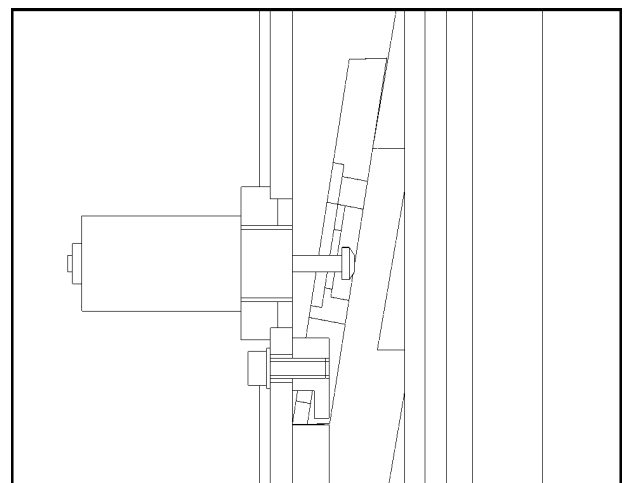

Fig. 28
- ◆ Installera säkerhetsanordningarna, inklusive elektromagneten, den automatiska låsplattan och hakeplattan, inuti båda kolumnerna. (Fig. 28) Det första steget bör vara att installera säkerhetsanordningarna under båda pelarna.
- ◆ Montera skruven enligt *fig. 28*.